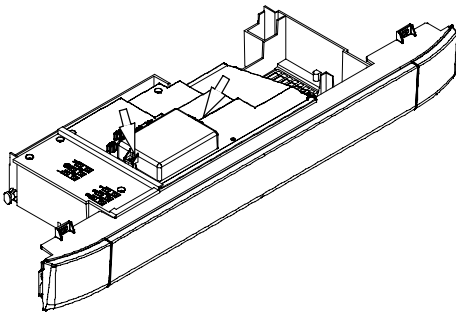

fig. 5.16
Svitare le viti e rimuovere il coperchio copri morsetteria fig. 5.16
- Togliere le due viti indicate in fig. 5.16 e aprire il coperchio della morsettiera collegamento **sonda esterna e comando remoto**.